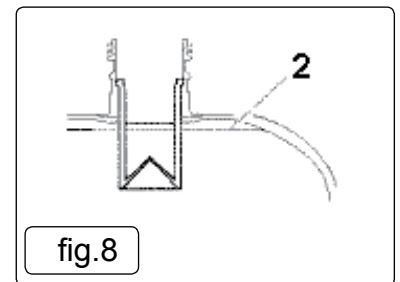

fig.8
- 4.7.7. Fuel level fig.8. (2)